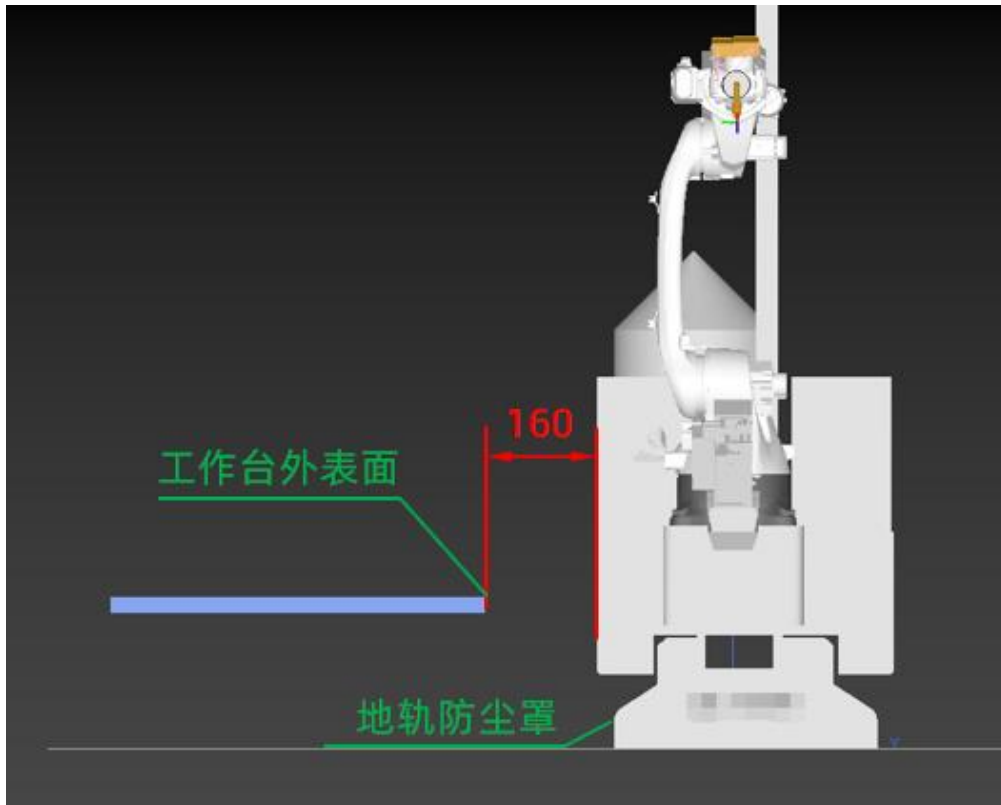

图 9-2 七轴地轨工作站工作台水平距离位置 (单位: mm)
- 机器人台架高度：机器人台架高度平面建议与机器人的零点平面平齐或略低 50 mm。台架水平距离则是距离地轨位置为工作空间最小的位置，如图 9-2 所示为 160 mm。